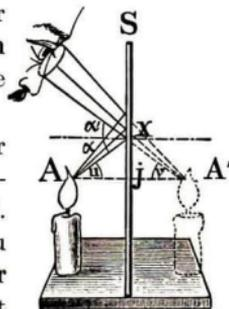

Abb. 224
3. Warum sieht der Beobachter im Spiegel ein Bild? (Abb. 224.)